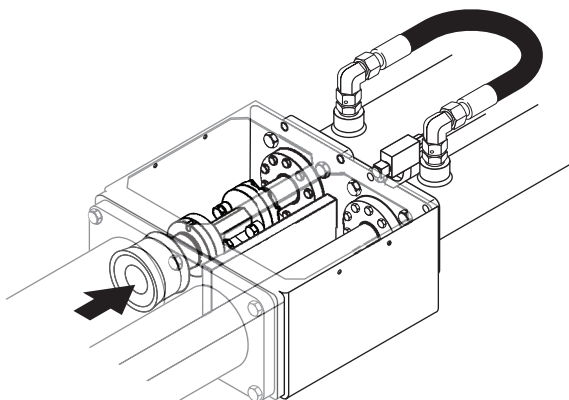

Figura 20
4. Retraiga la biela diferencial del lado izquierdo casi totalmente adentro de la caja de agua (Figura 20). Deje aproximadamente 1,5 in de carrera, lo que le permite extraer el acoplamiento espaciador (dogbone). Cuando esté en posición, apague el motor.